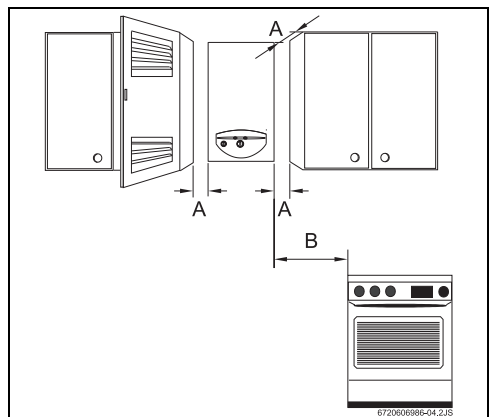

Fig. 9 Distancias mínimas
- ▶ Observe las medidas mínimas de instalación indicadas en la Fig. 9.
- ▶ Espacio suficiente para efectuar los trabajos de mantenimiento, respetando las distancias mínimas indicadas en la Fig. 9.